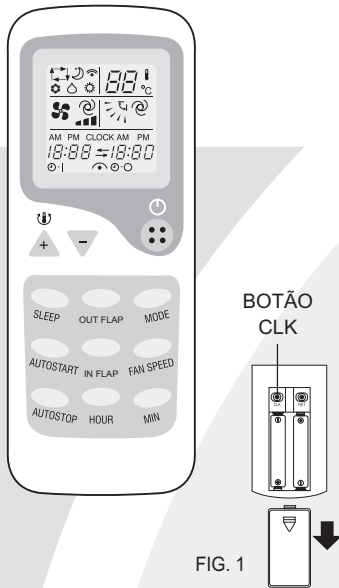

FIG. 1
1. Puxe a tampa do compartimento das pilhas, na parte traseira do controle remoto (fig. 1).